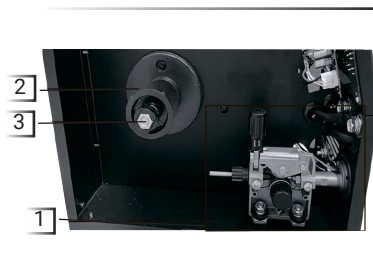
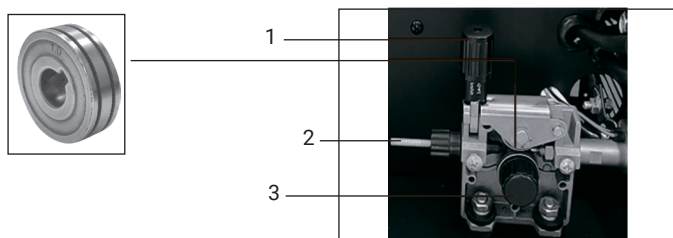

рис.2
рис.4
Сварочный инвертор выполнен в металлическом корпусе с вентиляционными отверстиями и снабжен вентилятором охлаждения для отведения излишнего тепла. На боковой панели расположен механизм подачи сварочной проволоки (рис.2 поз.1), шкив (рис.2 поз.2) и фиксатор шкива (рис.2 поз.3), скрытый под внешней крышкой (рис.2 поз.4) отсека подающего механизма.
12. Установите катушку с сварочной проволокой на шкиф (рис.2 поз. 2) так, чтобы
при подаче проволоки катушка вращалась против часовой стрелки, для этого необходимо открутить фиксатор шкива (рис.2 поз.1), установить катушку и зафиксировать ее в обратной последовательности, после чего пропустите сварочную проволоку в механизм подачи (рис. 4):
- открутите фиксатор изменения усилия зажатия (рис.4 поз.1) и откройте прижимной механизм подачи проволоки, отведя его вверх;
- проверьте, чтобы размер канавки ролика на прижимном механизме соответствовал диаметру используемой сварочной проволоки, при необходимости поменяйте положение ролика, открутив фиксатор ролика (рис. 4 поз.3) против часовой стрелки;
- пропустите проволоку внутри направляющей трубки (рис.4 поз.2) и дальше в механизм подачи;
- опустите прижимной механизм и установите необходимое усилие прижима ролика поворотом фиксатора (рис.4 поз.1);